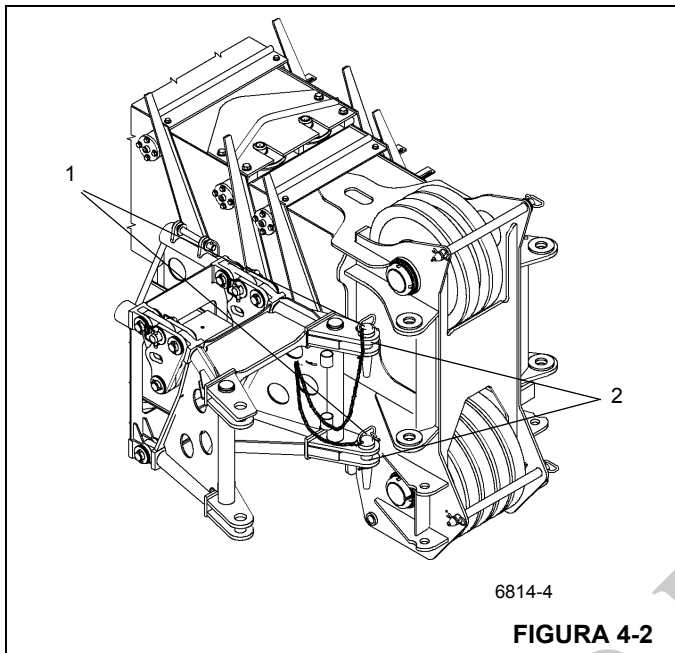

FIGURA 4-2
3. Saque las pinzas de retención de los pasadores de fijación derechos que están almacenados en la base de la extensión de pluma y saque los pasadores de fijación de la extensión de la pluma. Inserte los pasadores de fijación (Figura 4-2, 1) del lado derecho a través de los adaptadores de fijación de la pluma y de anclaje de la extensión de pluma (Figura 4-2, 2). Instale las pinzas de retención en los pasadores de fijación.
8. Conecte un dispositivo elevador a las orejetas de levante de la extensión articulada para aliviar la presión en los pasadores de fijación (Figura 4-2, 1). Extraiga los pasadores.